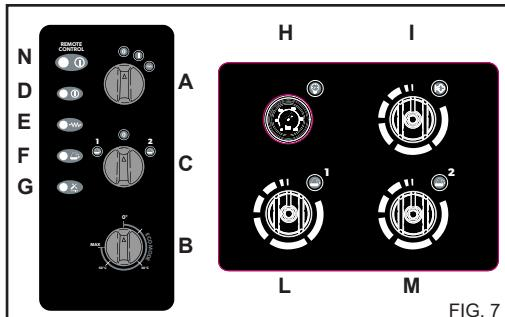

FIG. 7
2) Aktivera högtrycksvattnen. Använd väljaren C) (fig. 7) för att välja vilken typ av rengöringsmedel ("1" eller "2") som ska användas. Öppna önskad doseringskran för rengöringsmedel L) för rengöringsmedel "1" eller M) för rengöringsmedel "2" (fig. 7) genom att vrida knoppen motsols.
3) Vrid väljaren för val av rengöringsmedel C) (fig. 7) till läge "0". Stäng doseringskrana genom att vrida knoparna med-sols.